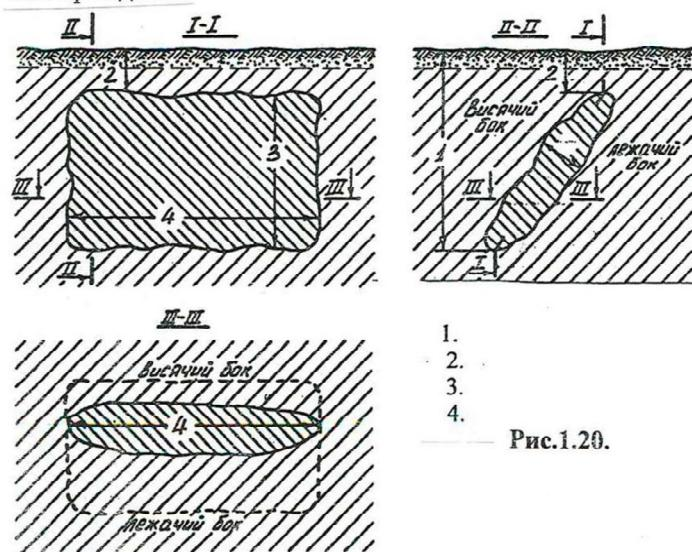

Рис.1.20.
6. На рис. 1.20 изображены три типовых разреза месторождения. Укажите на вертикальном разрезе по простирианию (продольной проекции на вертикальную плоскость) длину месторождения.